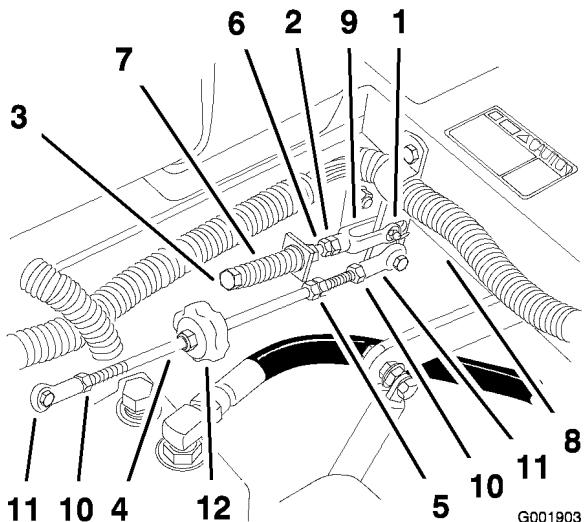

Figura 69
- All'occorrenza, regolate allentando il dado ed il controdado contro la forcella (Figura 69).
- Applicate una lieve pressione inversa sulla leva di controllo del movimento, e girate la testa del bullone di regolazione nella direzione opportuna finché la leva non è centrata in posizione di folle bloccata (Figura 69).
- Serrate il dado e il controdado (Figura 69).